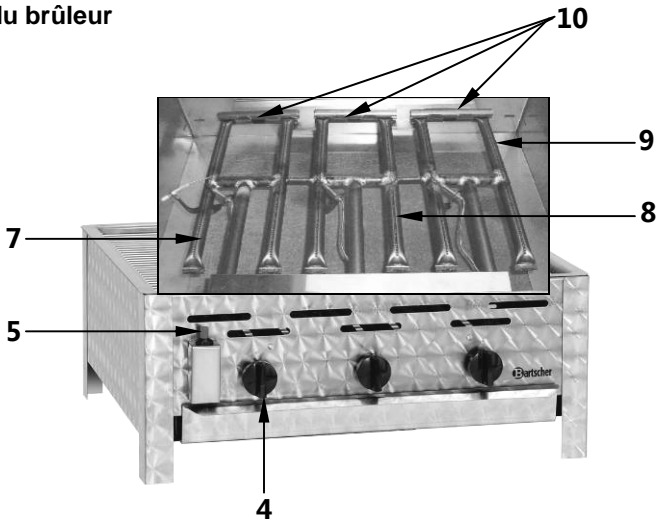

Fig. 3
- Pour remplacer les tubes du brûleur enlever les tubes de serrage (10, fig. 3), et après l'installation de nouveaux tubes de brûleurs, les remettre en place.